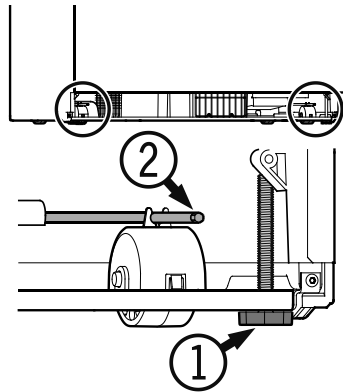

Figure 18
Mise à niveau de l'appareil - Figure 18
Afin d'éviter que l'appareil ne bascule vers l'avant, les pieds réglables (1) (Figure 18) doivent être en contact avec le sol.